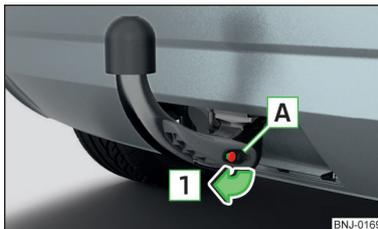

Fig. 158
- Extraiga la tapa **A** de la cerradura en el sentido de la flecha **1** » fig. 158.